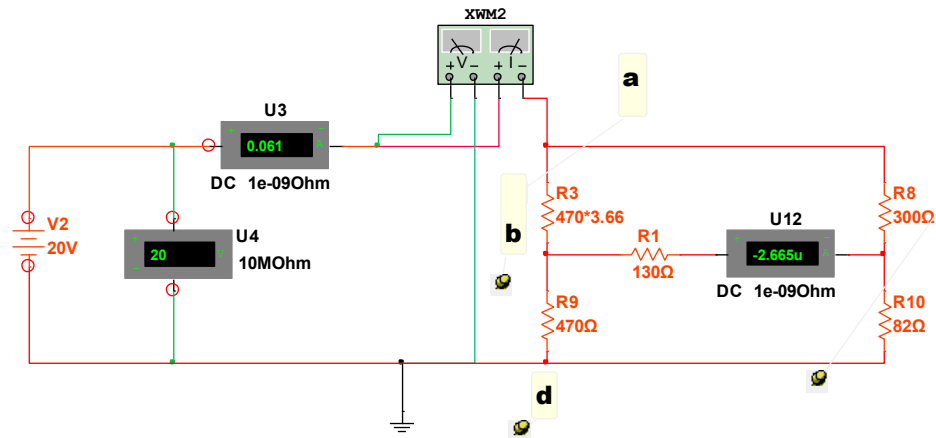

Рисунок 2.2 – Схема моста Уїтсона
1. Зібрати схему Міст Уїтстона рис.2.2.